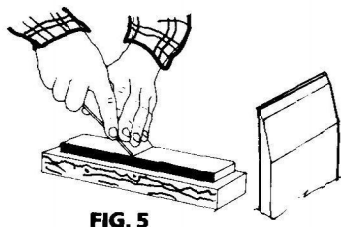

FIG. 5
**(A)** Placer le biseau de 25° à plat sur la pierre à huile et soulever de 5° pour atteindre l'angle d'affûtage de 30° (Fig. 5).
**(A)** Legen Sie das Hobeisen mit der 25° Grundschrägung flach auf den Ölstein, heben Sie es um 5° zu einem Abziehwinkel von 30° an (Abb. 5)
(A) Poner el bisel de 25° plano sobre la piedra de aceite y levantar 5° hasta conseguir el ángulo de afilado de 30° (Fig. 5).